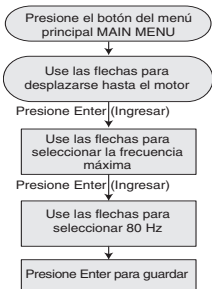

Figura 11 - Seleccione 80 Hz (solo para funcionamiento trifásico sumergible).
- B. Siga la secuencia de teclas que aparece en la figura 11.
Oprima *Main Menu* (menú principal) y siga la secuencia de teclas que aparece en la figura 11. Recuerde oprimir ENTER para guardar la nueva *Frecuencia máxima* seleccionada. El variador de frecuencia ahora usará el nuevo valor seleccionado.